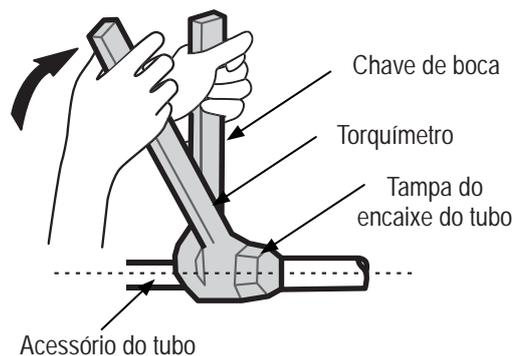

Figura 4.2
6. Use duas chaves ao instalar ou desmontar a tubulação: uma chave comum e um torqueímetro. Consulte a Figura 4.2.